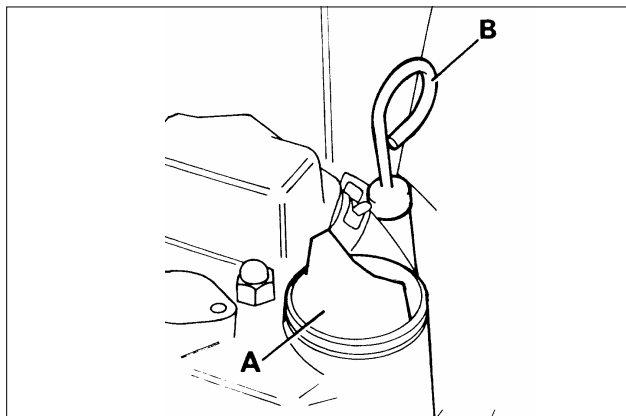

Fig.21
Checking oil (Fig.21)
- Fill through one of brass plugs B Fig.21 at top of reservoir.
- Efterse hydraulikoliestanden i plastik-målerøret. Væskestanden skal være omkring halvvejs på rør S. Se fig.21.
- Fyld på gennem en af messingpropperne B Fig.21 øverst på beholderen.